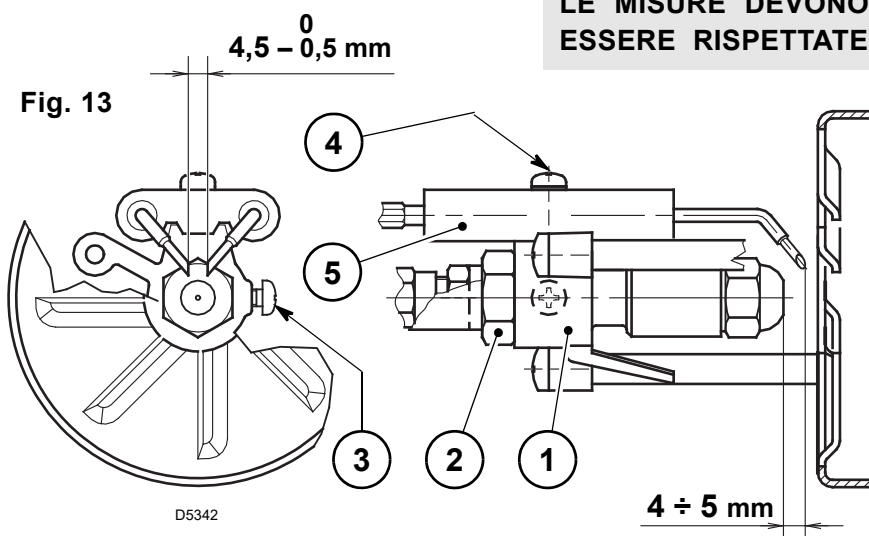

Fig. 13
- Agganciare il bruciatore alla flangia (1), togliere il boccaglio (2) dopo aver allentato le viti (3).
- Sfilare i cavetti (4) dagli elettrodi, estrarre dal gruppo portaugello il gruppo supporto elica (5) dopo aver allentato la vite (3, Fig. 13, Pag. 7).
- Avvitare l'ugello (6) correttamente stringendolo come mostrato in figura.
- Nella versione testa lunga la chiave di presa (7) deve bloccare la parte di prolunga che porta l'ugello.
- Estrarre il gruppo portaugello (1) dopo aver allentato le viti (2), svitato il dado (3), sfilato i cavetti (4) dall'apparecchiatura ed il sensore fiamma (5).
- Sfilare i cavetti (4) dagli elettrodi, estrarre dal gruppo portaugello (1) il gruppo supporto elica (8) dopo aver allentato la vite (3, Fig. 13).
- **Avvitare l'ugello (9) correttamente stringendolo come mostrato in figura.**
- **Nella versione testa lunga la chiave di presa (10) deve bloccare la parte di prolunga che porta l'ugello.**